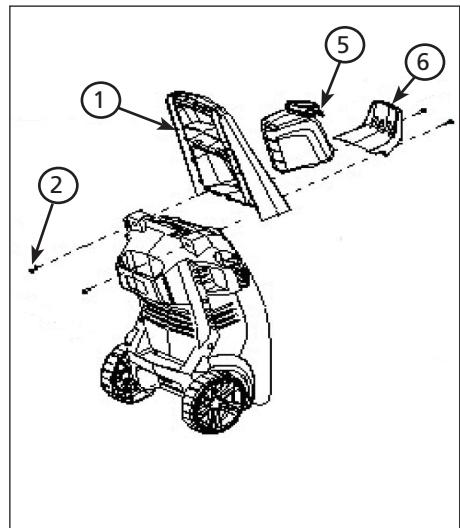
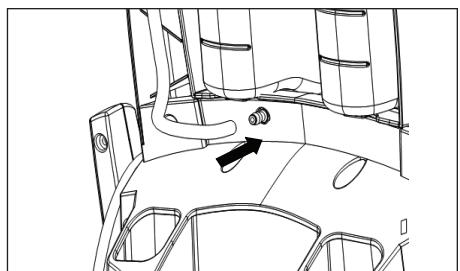

Figura 8 - Sólo PW1825
Figura 10 - Sujete el tubo del jabón a la unidad (modelos PW1825 y PW1835 solamente)
1. Deslice el mango (1) en la unidad (ver la figura 8).
3. Deslice el gancho de la manguera (6) en el frente de lavadora a presión.
5. Deslice el tanque de jabón (5) en el mango.
6. Sujete el tubo de jabón a la unidad (ver la figura 10).
2. Gire el gancho inferior (7) en la ranura de la unidad.
3. Sujete el gancho inferior (7) con el tornillo Phillips (8).
4. Sujete el tubo de jabón a la unidad (ver la figura 10).